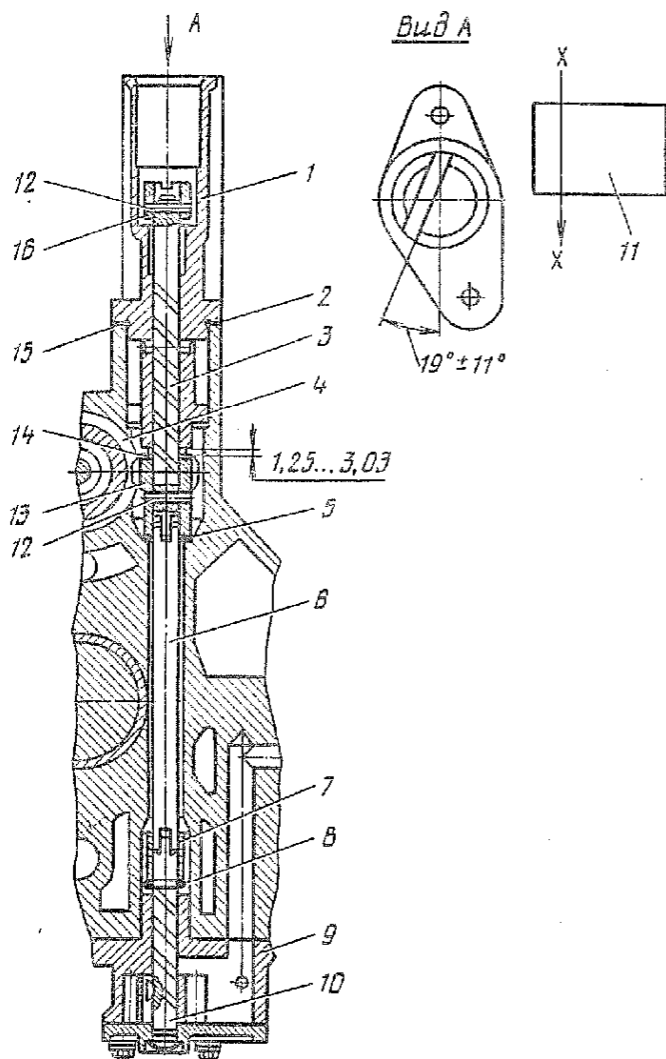

Рис. 42. Привод распределителя зажигания:
1.3. Снять уплотнительное кольцо 15 (рис. 42) с корпуса 1 и прокладку 2 (отвертка 150×0,5).
2.1. Установить уплотнительное кольцо 15 (рис. 42) на корпус валика привода распределителя.